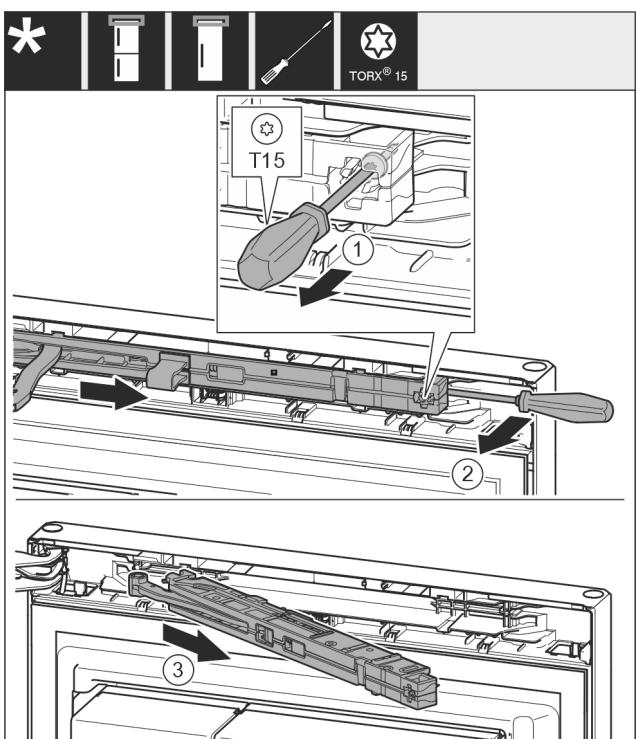

Fig. 11
- С отвертка T15 отвийте винта на блока на затварящия демпфер с ок. 14 mm. Fig. 11 (1)
- От страната на дръжката вкарайте отвертка зад блока на затварящия демпфер и завъртете го напред. Fig. 11 (2)
- Издърпайте блока на затварящия демпфер. Fig. 11 (3)